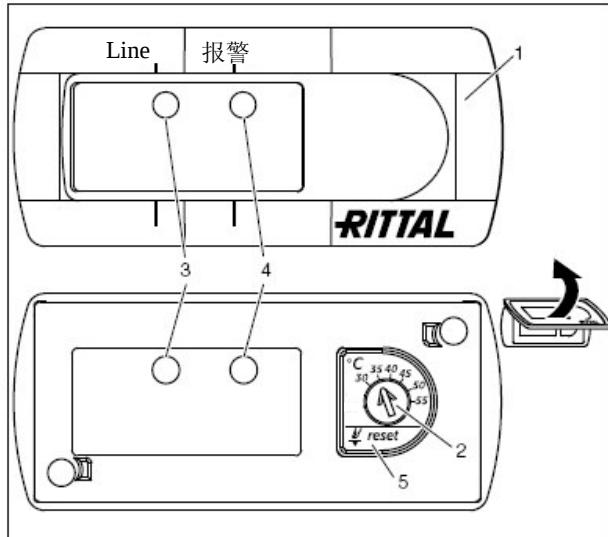

图32： 基本控制器：
基本控制设置空调，通过红，绿灯显示操作和故障状态（参考图32中的3和4）
- 先把控制器上刻度盘旋到最左处再按住橡胶化的电位器显示器（见第21页图32第5项）的同时重新打开电源开关，并将按钮 5 再多按住5秒钟（接近电位器的方法见 6.1.1）。机柜空调将开始工作。在约5分钟后或达到 15°C 时，测试模式将终止。本装置将停止，然后转入正常操作。
- 在温度设置装置（见第21页图32）上设置所需的温度。
- 按住复位按钮（图32第5项）至少3秒钟。红色LED熄灭。